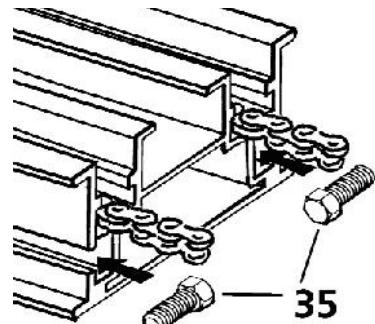

Рисунок 8
6. Вставить винты (35) в два паза рейки (**рис.8**);